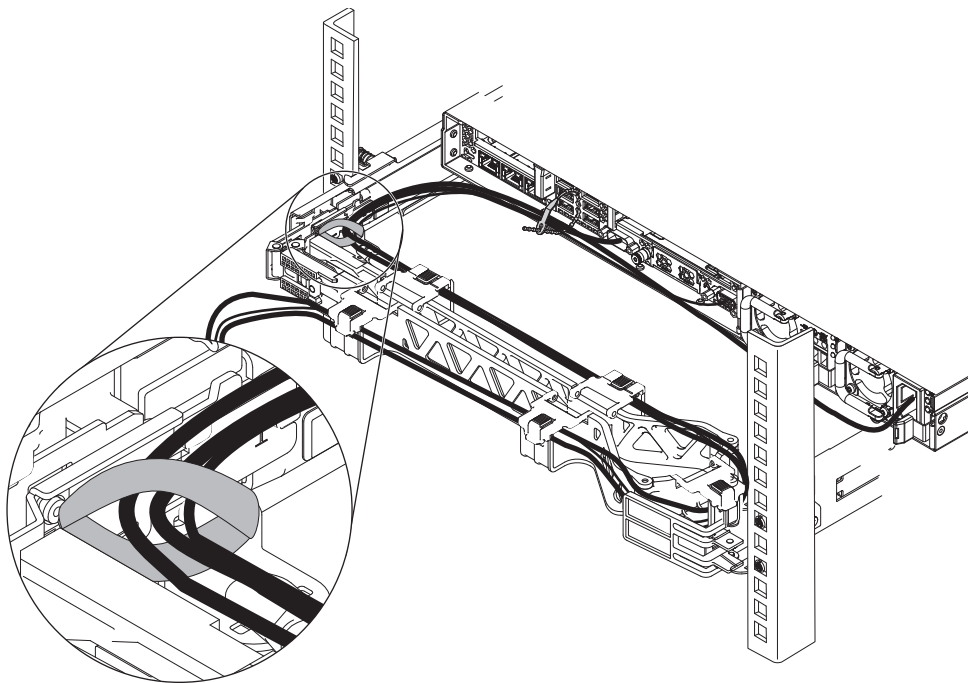

Figura 26. Prendendo os cabos com uma correia de fita de velcro
7. Prenda os cabos com a correia de fita de velcro, conforme mostrado em Figura 26 na página 32. Os cabos devem ser empacotados com a correia de fita de velcro para assegurar que o braço de gerenciamento de cabos se movimente por completo.